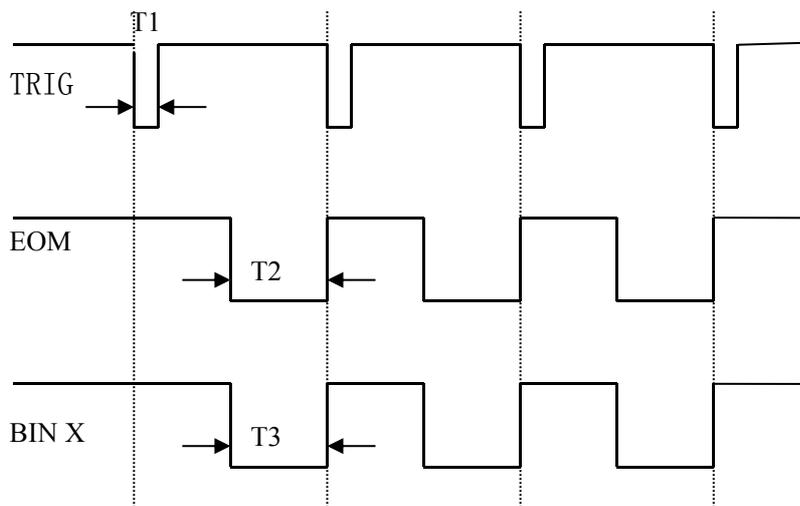
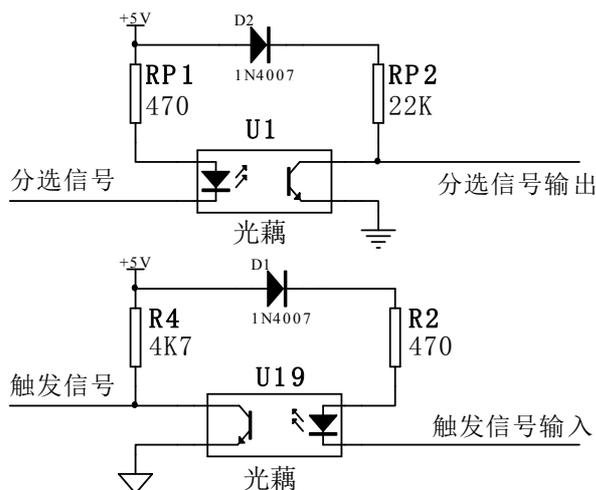

图 9：PLC 接口时序图
图 10: PLC 接口电路简图
- 1>. TRIG 触发启动信号，如图 9 中 T1，低电平有效，脉宽约为 4—30mS。一个低电平触发信号只能测量一次，若一直为低电平信号，也只能测量一次。
- 2>. EOM 测量结束信号，如图 9 中 T2，低电平有效，为低时表示分选信号已有效，为高时说明还在对器件进行测量。
- 3>. Bin X 分选输出信号，如图 9 中 T3，低电平有效，为低时表示分选信号已有效，为高时说明分选信号无效，每次测量时都置分选输出为高电平。
PLC 接口时序如图 9 所示，图中有 4 个启动信号，4 次测试分选。PLC 接口输出电路简图，如图 10 所示。